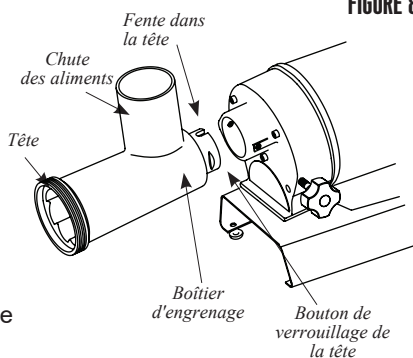

FIGURE 8
1. Insérer la tête dans le boîtier d'engrenage avec la chute d'aliments de la tête faisant face droite. Il faut aligner la fente de la tête à la goupille dans le boîtier d'engrenage. S'assurer que la tête est correctement logée dans le boîtier d'engrenages (**FIGURE 8**).